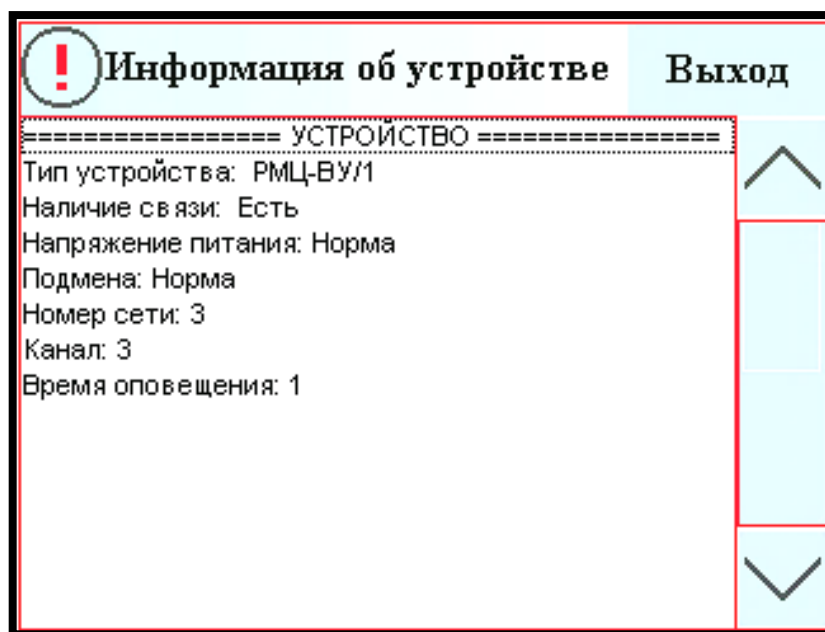

Рисунок 10 – Окно информации о РМЦ-ВУ/1
1.4.8 В окне РМЦ-ВУ/1 «Информации об устройстве» (см. рисунок 10) отображается следующая информация, при нажатии на кнопку (см. п.5 таблицы 1.2):